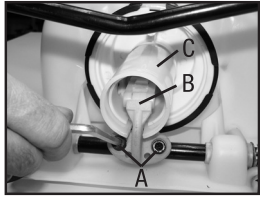

Figura 1
4. Retire la abrazadera grande que une la cámara de presión con el tanque (figura 1).
5. Mueva la cámara de presión hacia adelante y hacia atrás y empuje hacia abajo para separarla del tanque (figura 1).
1) Retire el pasador de sujeción y la manija de la bomba. Acueste la unidad sobre su parte posterior con la bomba viendo hacia usted (Figura 1). Afloje la abrazadera de la manguera y quite la manguera pulverizadora. Precaución: podría haber residuos líquidos en la manguera y el cilindro de presión. Retire la tuerca y tornillo de la tapa protectora y retire la tapa (referencia: figura 9). Gire el eje de la bomba para alcanzar los dos tornillos (A). Con una llave Allen, retire los tornillos. Jale el ensamblaje del pistón (B) y sáquelo del cilindro de pistón (C).